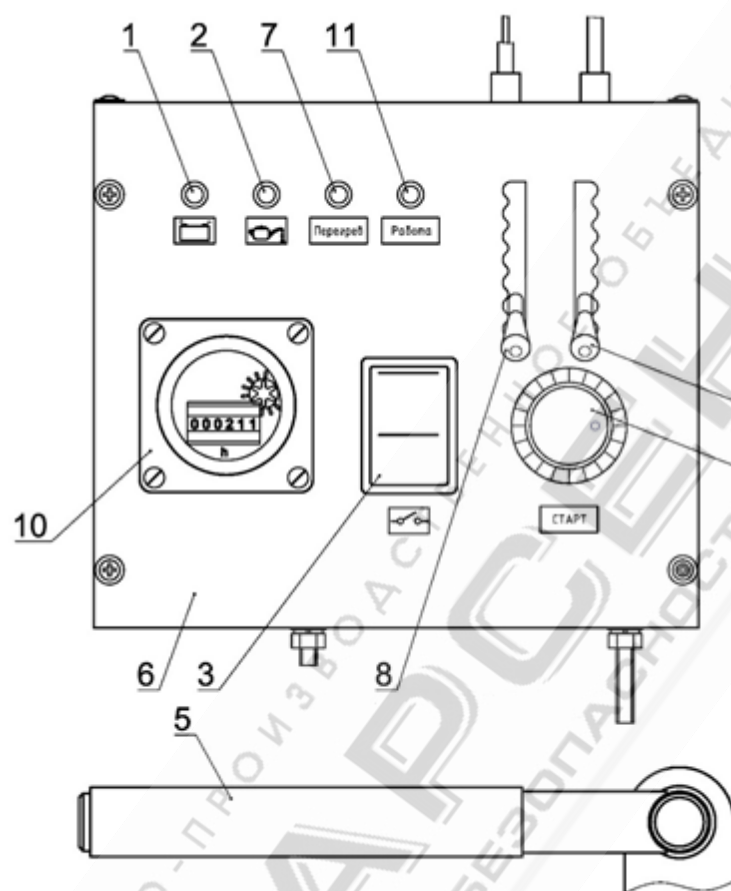

Рисунок 6
- ручка включения и отключения сцепления (рисунок 6 поз. 5);
- клавиша включения и отключения зажигания (рисунок 6 поз. 3);
- кнопка включения стартера (рисунок 6 поз. 4);
- ручка управления воздушной заслонкой карбюратора (рисунок 6 поз. 8)
- ручка управления дроссельной заслонкой карбюратора (рисунок 6 поз. 9).
- контрольная лампа зажигания и зарядки аккумуляторной батареи (рисунок 6 поз. 1);
- контрольная лампа давления масла в системе смазки двигателя (рисунок 6 поз. 2);
- контрольная лампа перегрева охлаждающей жидкости в системе охлаждения двигателя (рисунок 6 поз. 7);
- счетчик моточасов (рисунок 6 поз. 10);
- контрольная лампа нормальной температуры охлаждающей жидкости двигателя (рисунок 6 поз. 11).